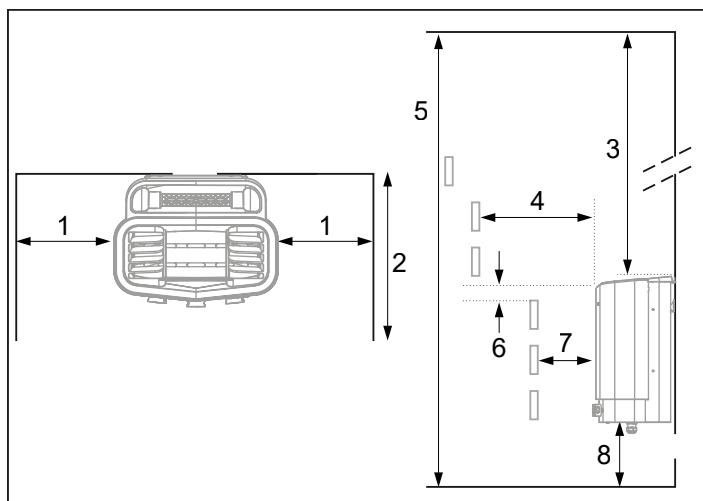

Fig 3: Placering av bastuaggreat - nischmontage (minsta tillåtna volym 4 m3)
- på samma vägg som dörren (endast i undantagsfall på sidoväggen, men då mycket nära dörrväggen). Aggregatet kan också placeras i nisch (se Fig 3).
Placer aggregatet på säkert avstånd till golv, sidovägg och inredning (se Fig 3).